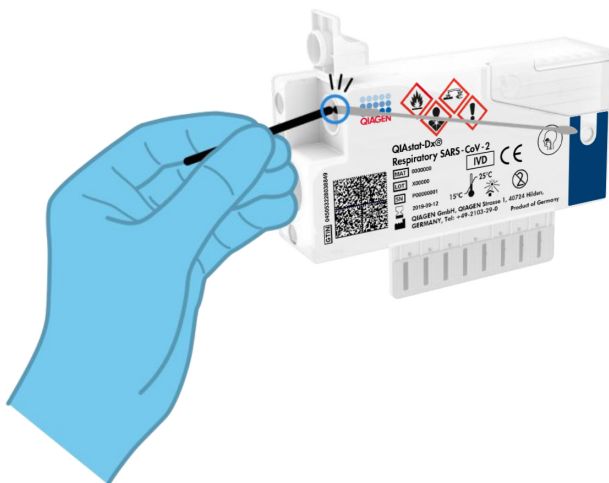

Figura 9. Ruperea tije tamponului.
6. Rupeți tija tamponului în punctul de rupere, lăsând restul tamponului în QIAstat-Dx Respiratory SARS-CoV-2 Panel Cartridge (Figura 9).